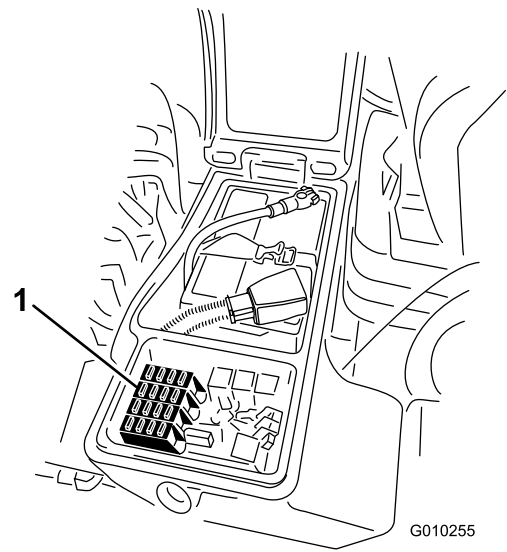
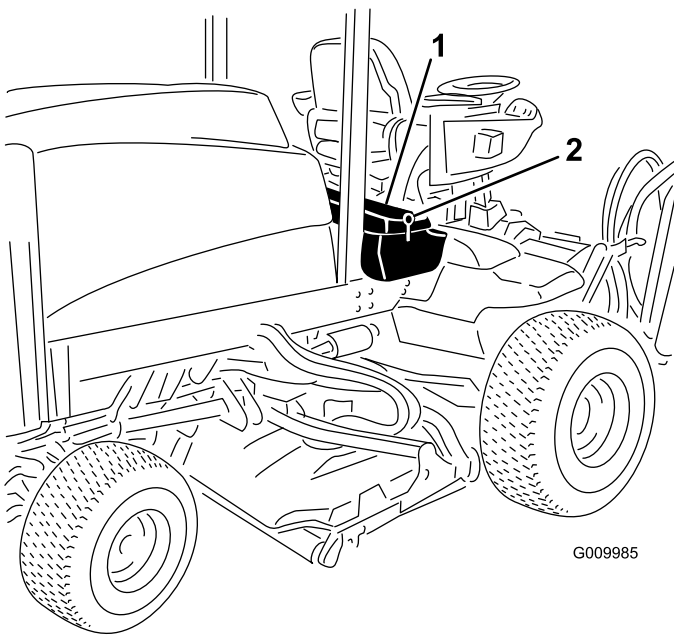

Figura 79
Figura 78
1. Afloje el enganche de la cubierta de la caja de almacenamiento derecha y eleve la cubierta (Figura 78) para exponer el bloque de fusibles (Figura 79).
3. Cierre la cubierta de la caja de almacenamiento derecha y fíjela con el enganche (Figura 78).
2. Sustituya el fusible o los fusibles abiertos tal y como sea necesario (Figura 79).